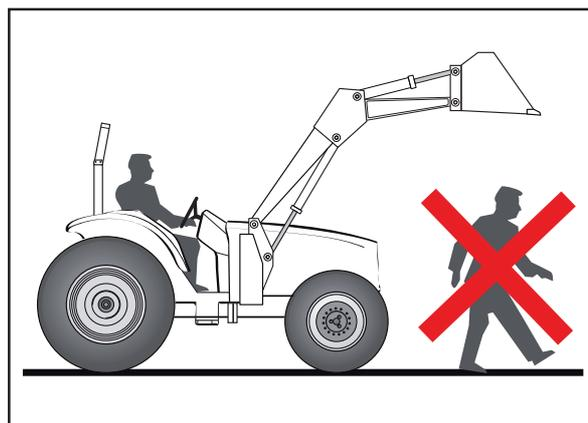

Fig. 14
- Mantenga las personas distantes del sitio de operación. NO permita que otras personas se queden bajo o pase abajo de un implemento levantado (Fig. 14).